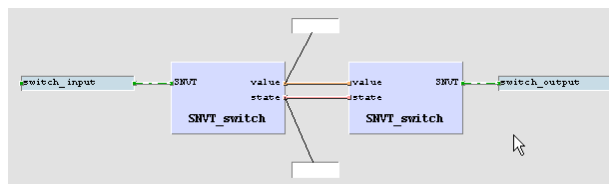

Abbildung 76: Online Test-Felder
13. Platzieren Sie das Feld oberhalb oder unterhalb des Blocks wie in Abbildung 76 vorge-schlagen. Dann klicken Sie den Knopf **Save**, um die Änderungen zu speichern.